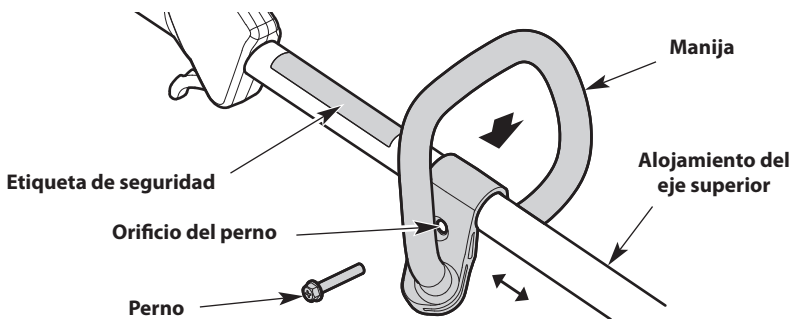

Fig. 10
1. Oprima la manija hacia abajo sobre el alojamiento del eje superior (Fig. 10). Asegúrese de que el orificio del perno mire hacia la derecha (Fig. 10).
2. Inserte el perno en el orificio del perno y oprímalo para que pase a través de él (Fig. 10). Ajuste el perno con un destornillador de cabeza plana, pero no lo ajuste completamente.
3. Mantenga la unidad en la posición de funcionamiento (Fig. 15). Mueva la manija hacia arriba o abajo del alojamiento del eje superior hasta que esté en una posición cómoda (Fig. 10). Compruebe que la manija esté ubicada más allá del extremo de la etiqueta de seguridad (Fig. 10).
1. Afloje el perno con un destornillador de cabeza plana (Fig. 10).
2. Mantenga la unidad en la posición de funcionamiento (Fig. 15). Mueva la manija hacia arriba o abajo del alojamiento del eje superior hasta que esté en una posición cómoda (Fig. 10). Compruebe que la manija esté ubicada más allá del extremo de la etiqueta de seguridad (Fig. 10).